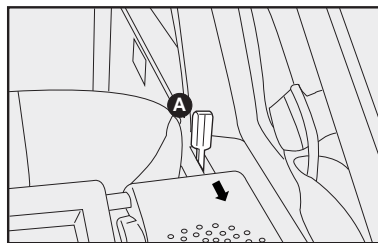

fig. 62
2) Desengatar o encosto, movendo as alavancas laterais **A-fig. 62** no sentido da seta.
5) Para reposicionar o encosto, voltá-lo à posição vertical e empurrá-lo até o completo travamento do mesmo nas travas superiores laterais. Após o travamento, pressionar as alavancas laterais **A-fig. 62** em direção à parte frontal do veículo.
ADVERTÊNCIA: o encosto do banco traseiro pode ser colocado em duas posições, de acordo com a necessidade de mais ou menos espaço no porta-malas. Para alterar a posição do encosto, empurre a alavanca **A-fig. 62** no sentido indicado pela seta.